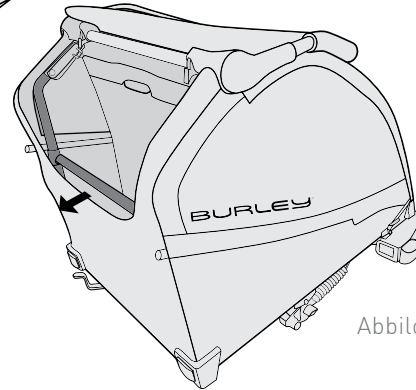

Abbildung 2
2. Ziehen mittleres Rahmenrohr zu Ihnen (Abbildung 2).